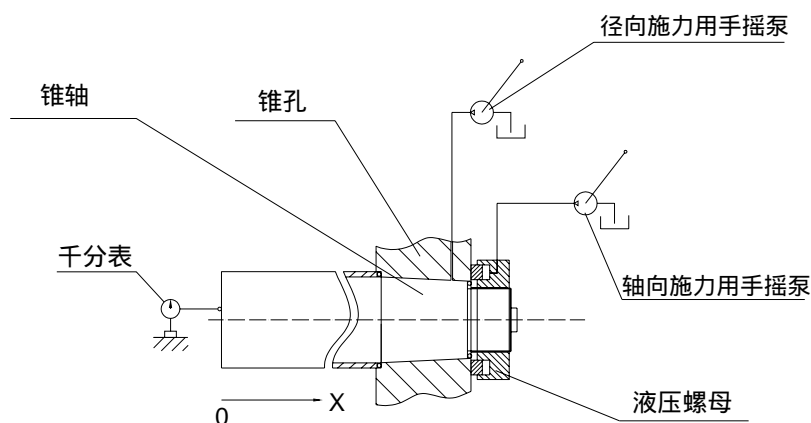

图 1 压入安装准备示意图
6.5 将轴向和径向液压联结软管或铜管分别与轴向、径向注油口联结好，2 台手摇泵油箱加满液压油，接好压力表，见图 1。